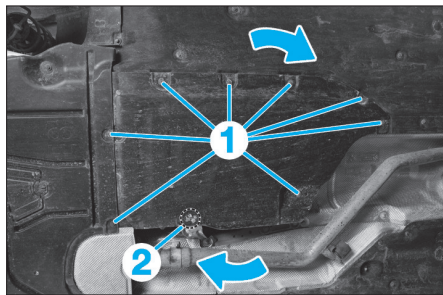
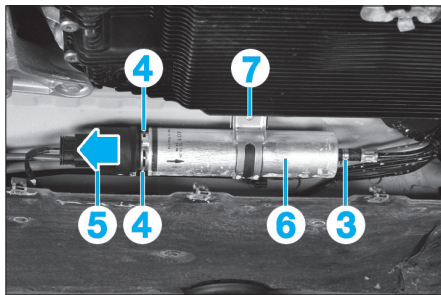

Fig. 74
Fig. 75
- Sous le véhicule, déposer les vis (1) du carter de protection arrière moteur (Fig.74).
- Pivoter de 45° dans le sens horaire et dégraffer en (2) le carter de protection comme illustré.
- Déposer le collier de serrage (3) ainsi que son flexible (Fig.75).